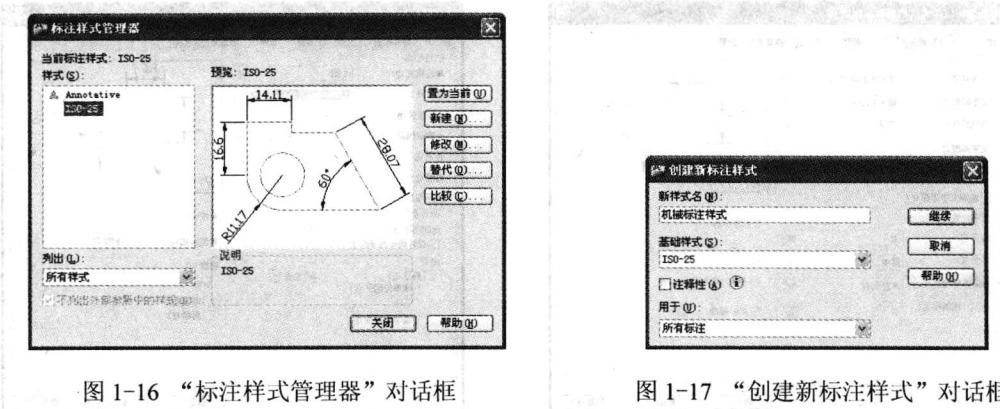

图 1-16 “标注样式管理器”对话框
1. 单击“标注”工具栏或“样式”工具栏中的“标注样式”按钮，弹出如图 1-16 所示的“标注样式管理器”对话框。